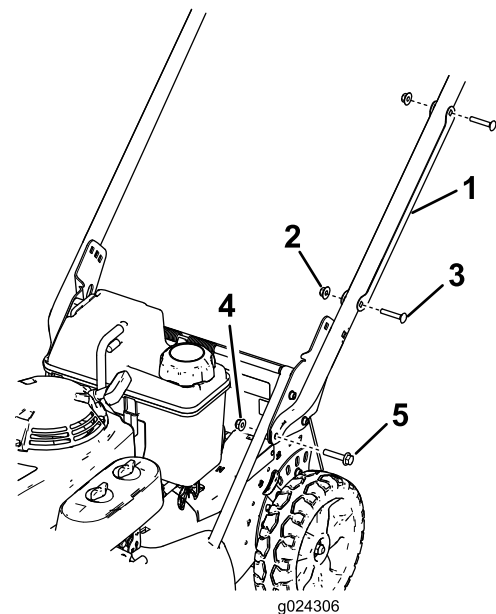

Figura 3
1. Retire los 2 pernos de cuello cuadrado y las 2 arandelas que sujetan el protector de cable al manillar, y retire el protector de cable del manillar (Figura 3)
2. Instale los extremos del manillar en la carcasa de corte con 2 pernos de cabeza hexagonal con arandela prensada (5/16" x 1½") y 2 tuercas con arandela prensada (5/16"), según se muestra en Figura 3.
- Posicione el protector de cable en el manillar con los cables dentro del protector, y sujete el protector al manillar con los 2 pernos de cuello cuadrado y las 2 contratuercas que retiró anteriormente (Figura 3).